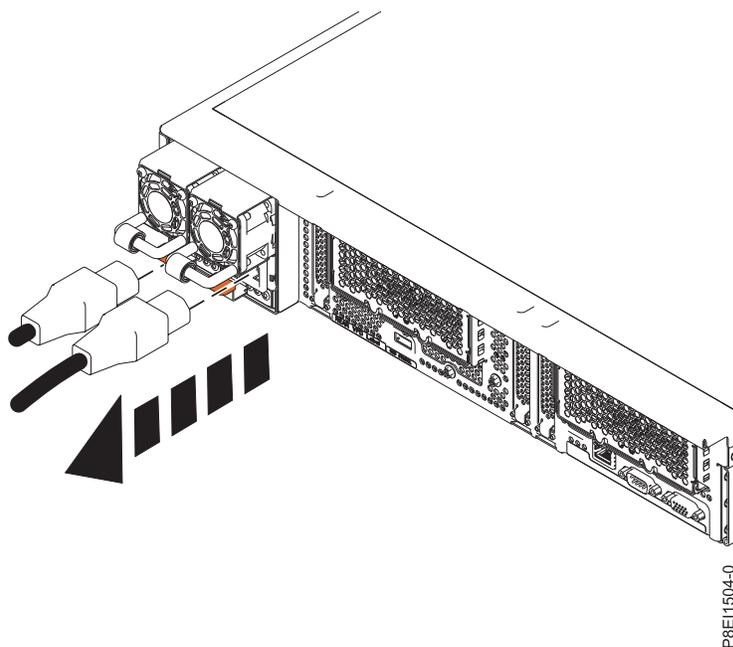

Figura 51. Desconexión del cable de alimentación de la fuente de alimentación
- a. Etiquete el cable de alimentación y, a continuación, suelte el mecanismo de sujeción para liberar el cable de alimentación del asa de la fuente de alimentación. Consulte la Figura 51 en la página 54.